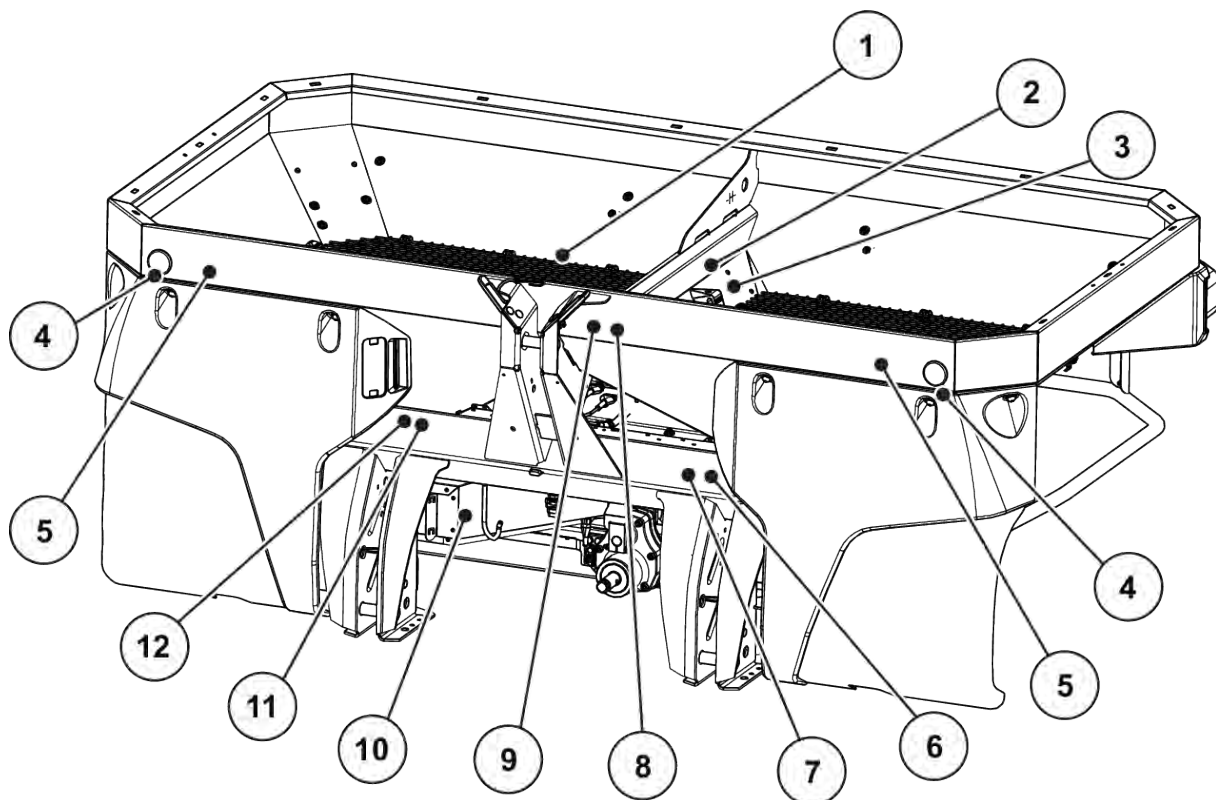

Fig. 2: Dispositifs de protection, autocollants d'avertissements et d'instructions, face avant
La machine est équipée en usine d'un équipement d'éclairage et d'une signalisation passive avant, arrière et latérale (application sur la machine, voir *Fig. 2 Dispositifs de protection, autocollants d'avertissements et d'instructions, face avant*).
- Dispositifs de protection - voir *Fig. 2 Dispositifs de protection, autocollants d'avertissements et d'instructions, face avant*